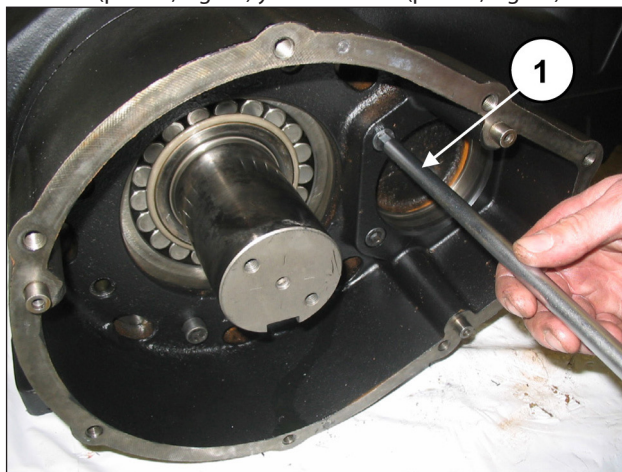
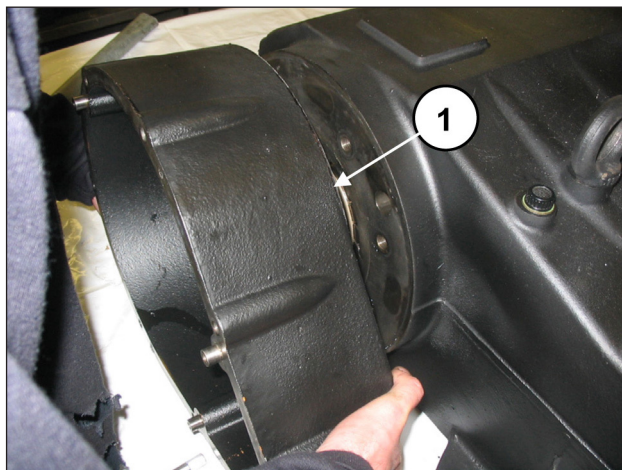

Fig. 21
Fig. 22
En el lado opuesto, aflojar los tornillos de fijación de la caja del reductor (pos. ①, Fig. 21) y desmontarla (pos. ①, Fig. 22).